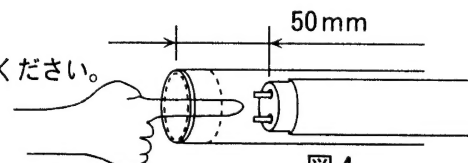

図4
- ①ランプをパイプ内へ50mm程度挿入してください。(図4)